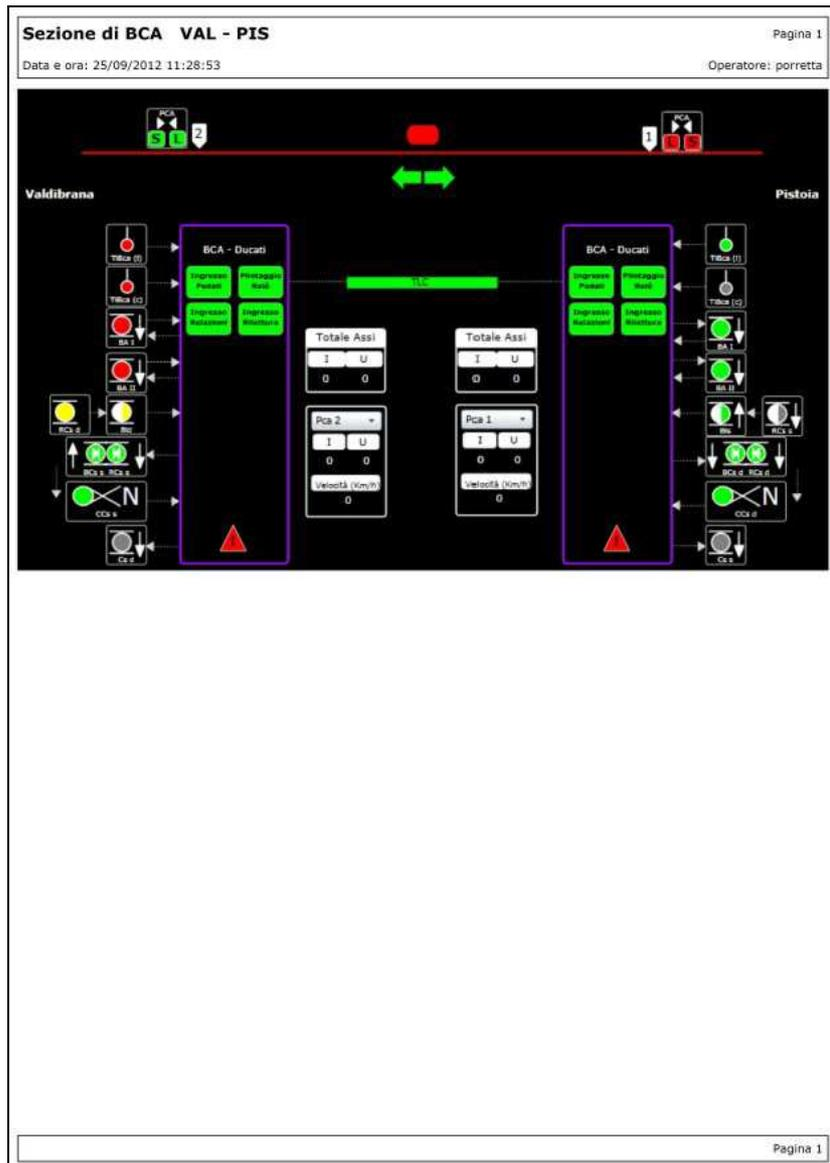

Figura 49 – Esempio di stampa Sezione BCA
- Nei Sinottici viene riportato lo stato grafico degli oggetti in essi rappresentati (vedi esempio di Figura 49).